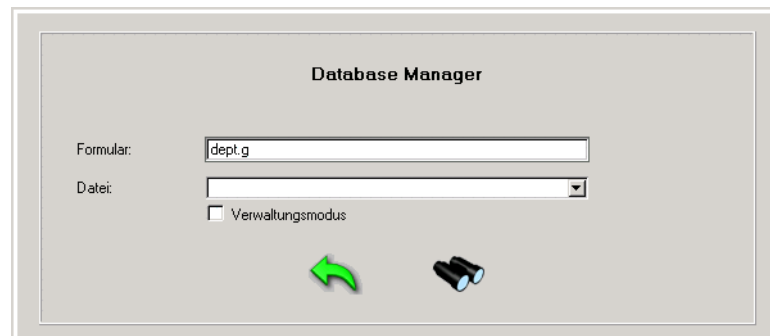

Abbildung 9-13: Dialogfeld „Database Manager“
- 2 Klicken Sie auf **Database Manager**. Abbildung 9-13 zeigt das leere Dialogfeld **Database Manager**.